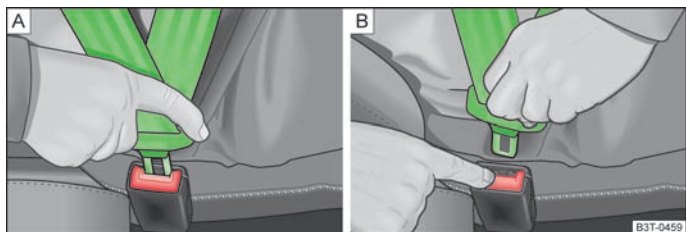

Abb. 96 Sicherheitsgurt anlegen / ablegen
- Die Schlosse in das zum Sitz gehörende Gurtschloss » Abb. 96 - A stecken, bis diese hörbar einrastet.
- Die rote Taste im Gurtschloss » Abb. 96 - B drücken, die Schlosse springt heraus.